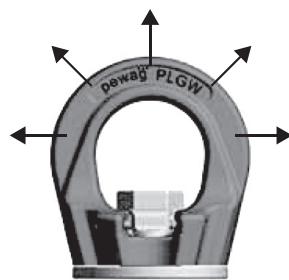

Figura 1: consentito
- Caricare i punti di sollevamento nella direzione specificata (vedere figura 1) considerando il carico di lavoro in base alla tabella.
- la direzione del tiro non è conforme alla figura 1.